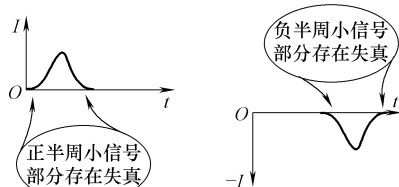

图 11-113 失真波形示意图
4) 交越失真。由于晶体管工作在放大状态下,晶体管又没有静态偏置电流,而是用输入信号电压给晶体管加正向偏置,这样在输入较小的信号时或大信号的起始部分,信号落到了晶体管的截止区,由于截止区是非线性的,将产生如图 11-113 所示的失真。